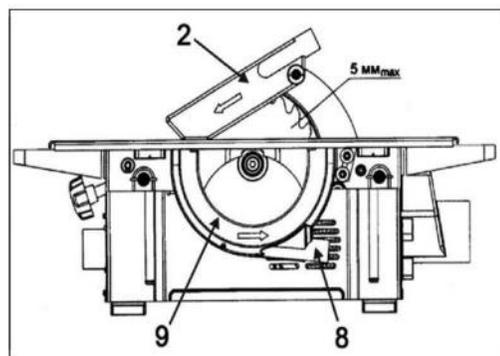

Рис. 10
2. В своей нижней части пильный диск обязательно должен быть закрыт защитным кожухом (9) (См. Рис.10).